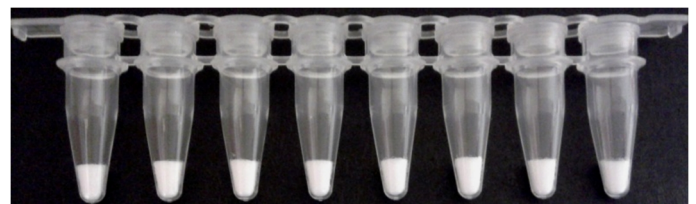

Figura 1
- examine el producto antes de usar para verificar que el contenido tiene un aspecto sólido y blanco (Figura 1). Deseche el producto que tenga signos de contaminación por humedad.